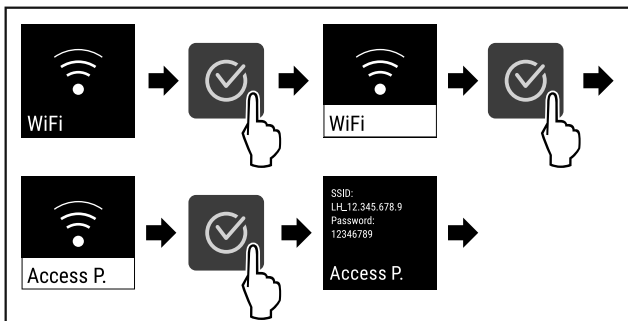

Fig. 84
- ▶ Выполните шаги действия (см. Fig. 84).